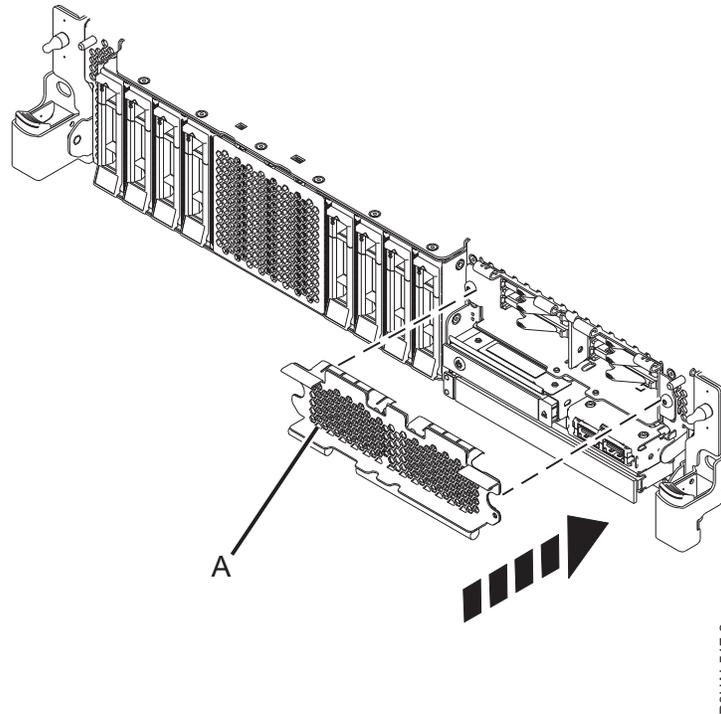

Abbildung 69. SSD-Gehäuse in einem System mit erweiterten Funktionen abdecken
3. Decken Sie das SSD-Gehäuse ggf. mit der perforierten Platte (A) ab, wie in Abb. 69 auf Seite 77 dargestellt.